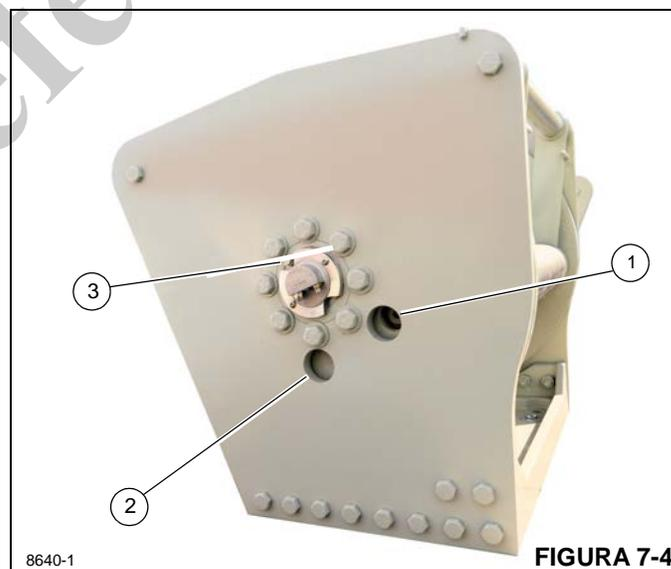

FIGURA 7-4
- Gire o tambor até que o bужão de enchimento/nível (1, Figura 7-4) seja visível pelo furo de inspeção.
- Remova o bужão de enchimento/nível (1) e verifique visualmente o nível de óleo. O óleo deve estar nivelado com a parte inferior do furo de enchimento/inspeção. Se for necessário mais óleo, adicione. (Consulte a Tabela 7-2.)
- Para drenar e adicionar óleo novo, remova o bужão de respiro (3, Figura 7-4) e aparafuse um tubo de 1 polegada no furo do bужão do dreno (2) para permitir que o óleo escoe. Retire o bужão do dreno (2) com uma chave sextavada e drene o óleo hidráulico. Retire o tubo de drenagem de 1 polegada e instale o bужão do dreno (2).
- Para abastecer com óleo, gire o tambor de maneira que o orifício de enchimento/nível da caixa de engrenagens (1, (Figura 7-4) esteja visível através do furo superior.
- Remova o bужão de enchimento/nível (1) com um soquete sextavado.
- Para ajudar a adicionar o óleo, instale no furo de abastecimento (1) um tubo de 1 pol. com cotovelo.
- Remova o bужão de respiro (3) para ajudar a adicionar o óleo.
- Para drenar e adicionar novo óleo, remova o bужão de ventilação (3, Figura 7-4) para ajudar na drenagem do óleo.
- Remova o bужão do dreno (2) com um soquete sextavado.
- Instale o bужão de dreno de óleo (2).
- Instale o bужão de inspeção (1).